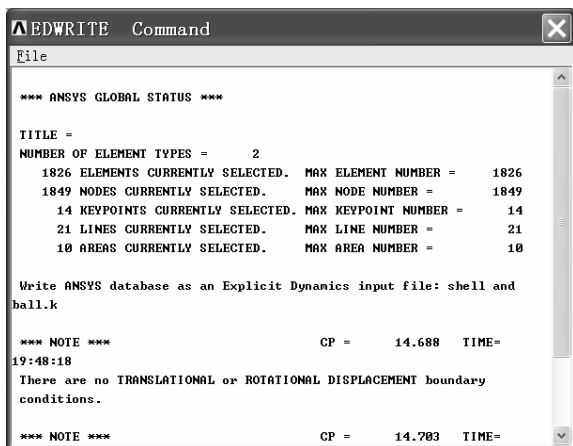
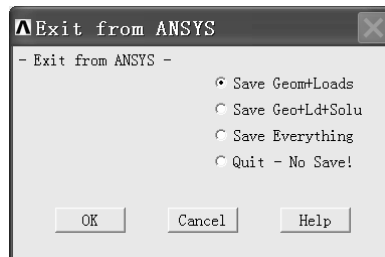

图 4-59 “EDWRITE Command” 窗口
图 4-60 “Exit from ANSYS” 窗口
(4) 单击 “Input files to be Written for LS-DYNA” 窗口中的 “OK” 按钮，弹出 “EDWRITE Command” 窗口 (见图 4-59)。
(5) 单击 “EDWRITE Command” 窗口右上角的叉号关闭该窗口。
(6) 单击操作界面右上角的叉号关闭整个操作界面，弹出 “Exit from ANSYS” 窗口 (见图 4-60)。
(7) 单击 “Exit from ANSYS” 窗口中 “Save Everything” 前面的单选框，再单击该窗口中的 “OK” 按钮。